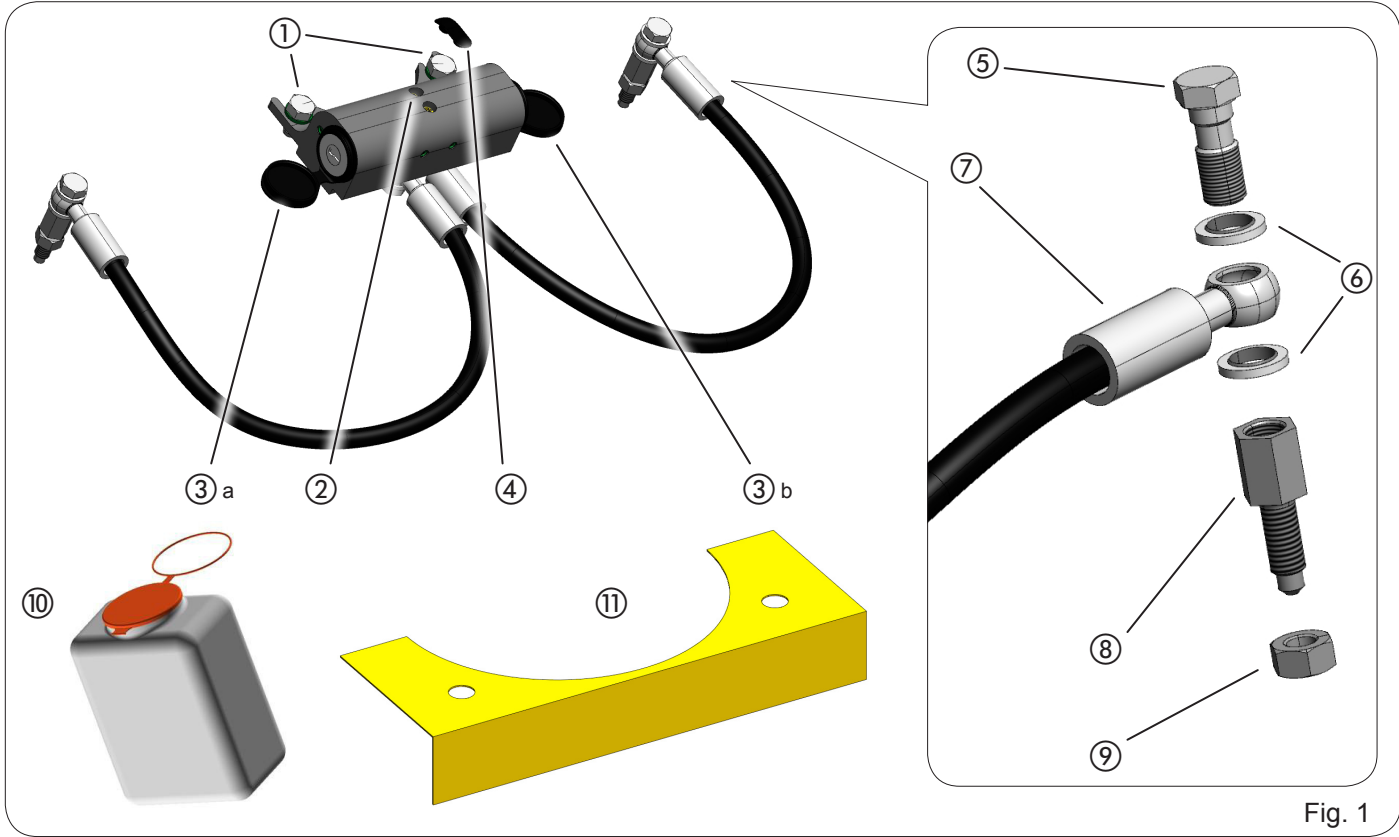
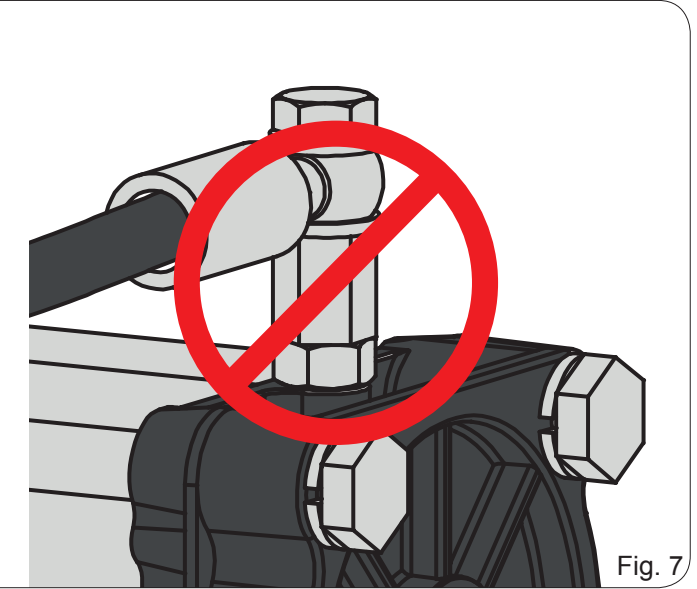

Fig. 1
Fig. 7
La descripción de los componentes del desbloqueo hace referencia a la Fig. 1
- Retire los racores de purga instalados en el operador y seguidamente conecte los racores suministrados con el sistema de desbloqueo (Fig. 6 ref. ② y Fig. 1 ref. de ⑤ a ⑨), atornillándolos con un par de apriete máximo de 20Nm y sin apretar completamente el conjunto racor/contratuerca en la brida. Una vez fijado el racor, apriete la contratuerca (ref. Fig. 7).
- Conecte el tubo de aceite provisto de las dos juntas y del racor (siguiendo el orden indicado en la Fig. 1, ref. de ⑤ a ⑨ y Fig. 7).
De beschrijving van de onderdelen van de ontgrendeling betreft Fig. 1
- Verwijder de ontluchtingsaansluitingen die op de aandrijving zijn geïnstalleerd, en sluit de bij het ontgrendelingssysteem geleverde aan (Fig. 6 ref. ② en Fig. 1 ref. ⑤ tot ⑨), en draai ze vast met een koppel van maximaal 20Nm, en draai in ieder geval het geheel aansluiting-vergrendelingsmoer op de flens niet helemaal vast. Draai als de aansluiting is bevestigd de vergrendelingsmoer vast (ref. Fig. 7).
- Sluit de olieleiding samen met de pakkingen en de aansluiting aan volgens de volgorde in Fig. 1, ref. ⑤ tot ⑨ en Fig. 7